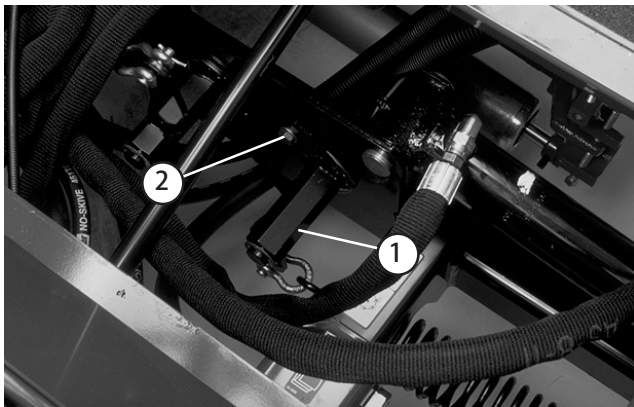

図 32
3. スプリング・ブラケット六角シャフトにスパナを当てる (図32)。